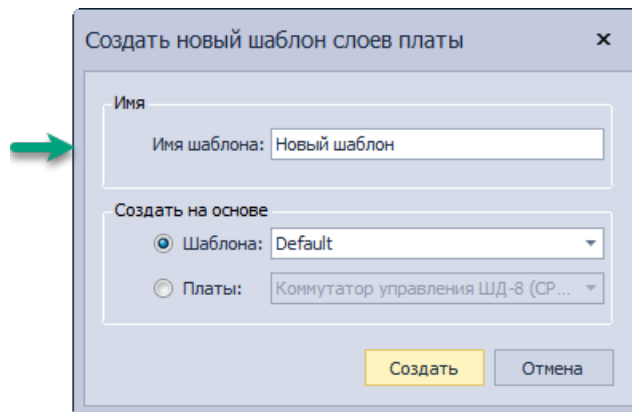

Рис. 113 Ввод имени шаблона слоев платы
3. В окне «Создать новый шаблон слоев платы» в поле «Имя» введите имя для создаваемого шаблона, Рис. 113.